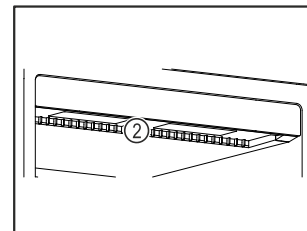

Fig. 9
- ☐ Mantenere libere le fessure di ventilazione Fig. 9 (2) della ventola di ricircolo nel vano interno.